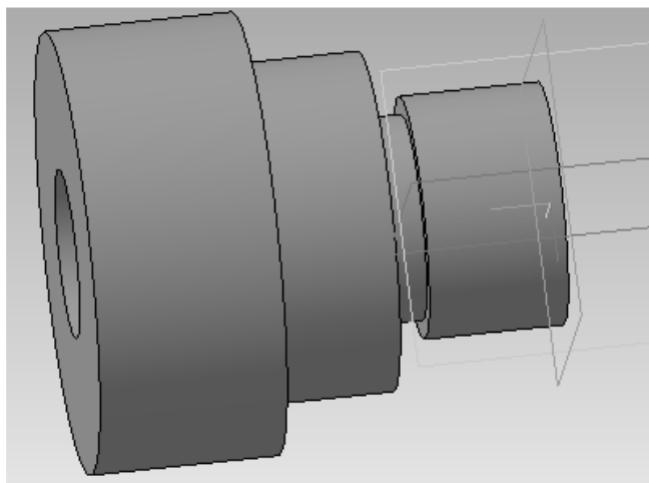

Рис.2 Результат применения операции вращения к эскизу
- После создания эскиза нужно нажать кнопку  «Операция вращения» и убедиться, что в панели свойств задан угол поворота эскиза 360 и выключена опция «Тонкая стенка». Результатом операции будет заготовка, изображенная на рис. 2;